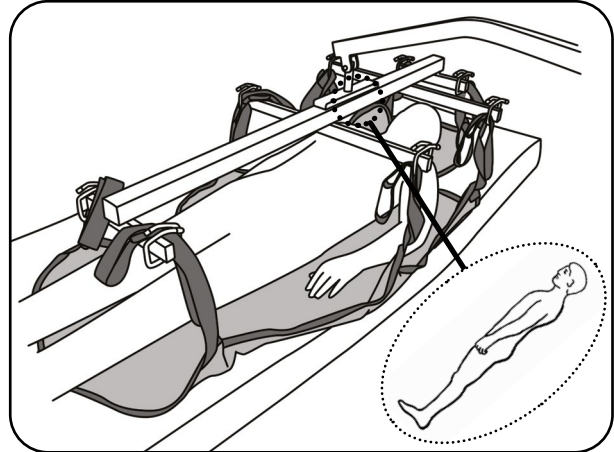

Abb. 8.2.06 - Liftergurt am Transportbügel befestigt
9. Positionieren Sie den aks-Liegendtransportbügel mit 8-Punktaufnahme entsprechend dem Kapitel Vorbereitung Abschnitt **Transportbügel der aks-Patientenlifter, „Transport in liegender Position“**. Die Position des Transportbügels in Abb. 8.2.06 ermöglicht den Transport des Patienten in liegender Position. Ordnen Sie den Liegendtransportbügel mit 8-Punktaufnahme so an, dass die Abbildung auf dem Transportbügel der Lage des Patienten entspricht (Abb. 8.2.06).
10. Hängen Sie die Gurtschlaufen an die Haken des Transportbügels (Abb. 8.2.06). Achten Sie dabei auf die gleiche Einhängeweise der gegenüberliegenden Schlaufen. Diese erkennen Sie an der farblichen Kennzeichnung der Schlaufen (siehe Kapitel Vorbereitung Abschnitt **Gurtschlaufen**).